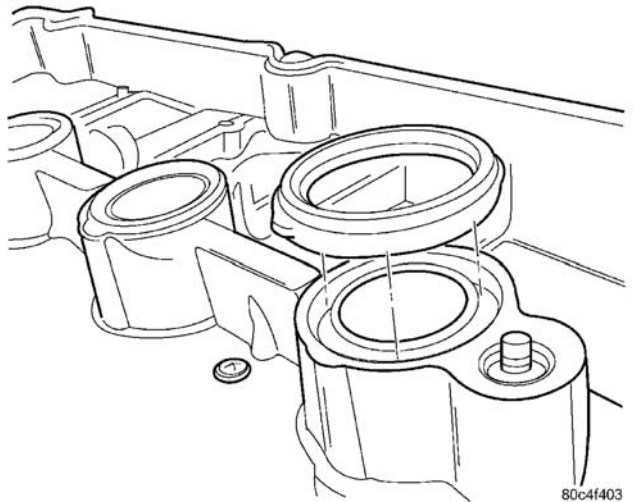

图 30 火花塞槽密封件
(1) 安装新的气缸盖罩垫片和火花塞槽密封件 (图 30)。